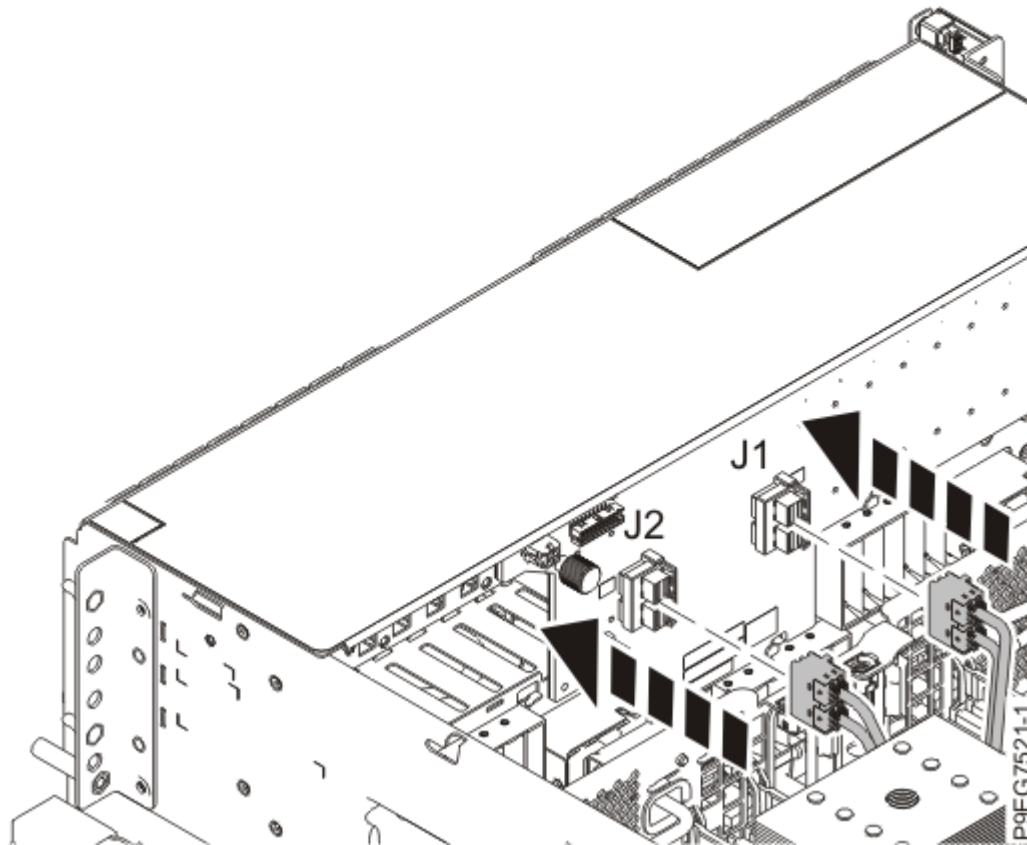

Abbildung 39. Vordere SAS-Kabel für die Plattenlaufwerk-Rückwandplatine der Ausführung "Basisfunktion" wieder anschließen
5. Schließen Sie die vorderen SAS-Kabel mithilfe Ihrer Beschriftungen wieder an den Anschluss an der Plattenlaufwerk-Rückwandplatine an. Schieben Sie den Stecker ein, bis die Steckersperre einrastet. Wenn Sie die vorderen SAS-Kabel wieder anschließen möchten, sehen Sie sich Abbildung 39 auf Seite 45 bzw. Abbildung 40 auf Seite 46 an.